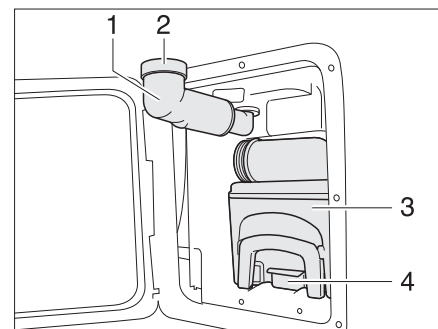

Fig. 161 Cassetta Thetford
- Ruotare il bocchettone di riempimento dell'acqua potabile (Fig. 161,1) verso l'esterno.
- Rimuovere il coperchio a vite (Fig. 161,2).